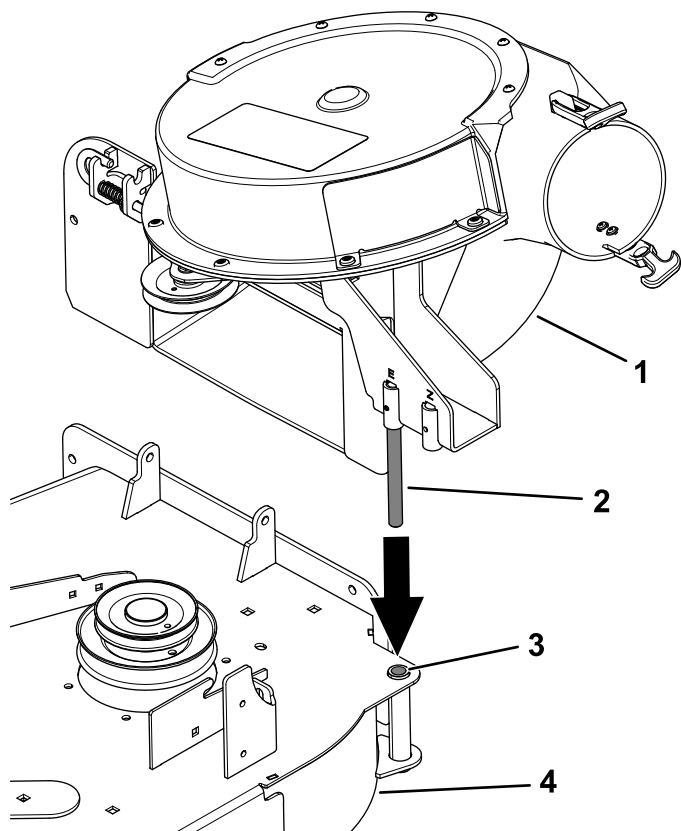

図 40
1. ブロアのピボットピンを、刈り込みデッキのピボットピン穴に合わせる 図 40。
- 3. フロアを降ろしてピボットピンを穴に通す 図 40。